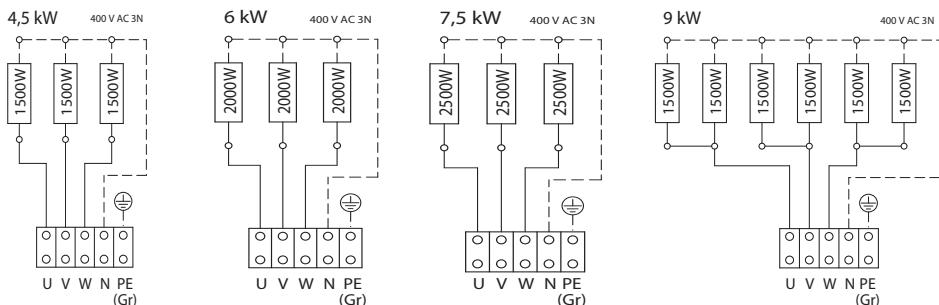

**Abb. 6**
4. Das Saunaheizgerät mit den Aufnahmeschlitten der Rückwand in der Wandhalterung einhängen und an den Abstandhalter anlegen (Abb. 6).